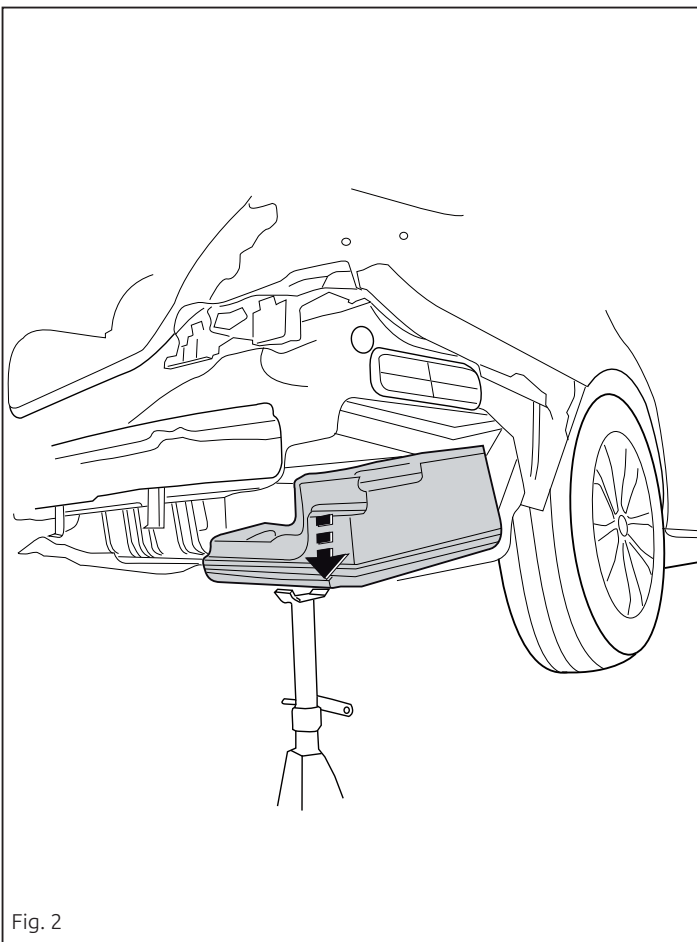

Fig. 2
2. **If present:** Remove the part indicated. See figure 2.
2. **Falls vorhanden:** Den angegebenen Teil abmontieren. Siehe Abbildung 2.
2. **Если имеется:** Снять указанные детали. См. рисунок 2.